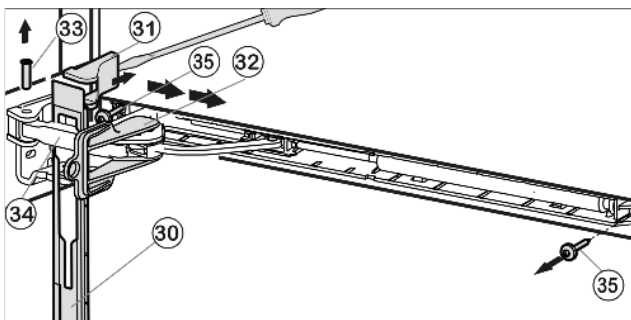

Fig. 12
- ▶ Сдвиньте накладку над амортизационной скобой *Fig. 12 (34)* в направлении устройства вперед.
- ▶ Зафиксируйте предохранитель *Fig. 12 (32)* в продольном пазе.
- ▶ Подденьте крышку *Fig. 12 (31)* отверткой с внешней стороны и снимите в направлении наружу.
- ▶ Выдавите палец *Fig. 12 (33)* снизу.
- ▶ Нажмите амортизационную скобу *Fig. 12 (34)* в направлении дверцы.
- ▶ Снимите накладку *Fig. 12 (30)*.
- ▶ Открутите узел амортизатора закрывания дверцы (2 шт. Torx 15) *Fig. 12 (35)*.